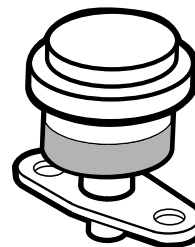

Bild 34
Warten Sie den Hauptluftfilter nur, wenn die Wartungsanzeige dies anzeigt (Bild 34). Das frühzeitige Auswechseln des Luftfilters erhöht nur die Gefahr, dass Schmutz in den Motor gelangt, wenn Sie den Filter entfernen.
1. Überprüfen Sie die Blockadeanzeige des Filters. Wenn die Anzeige rot ist, muss der Luftfilter ausgetauscht werden (Bild 34).